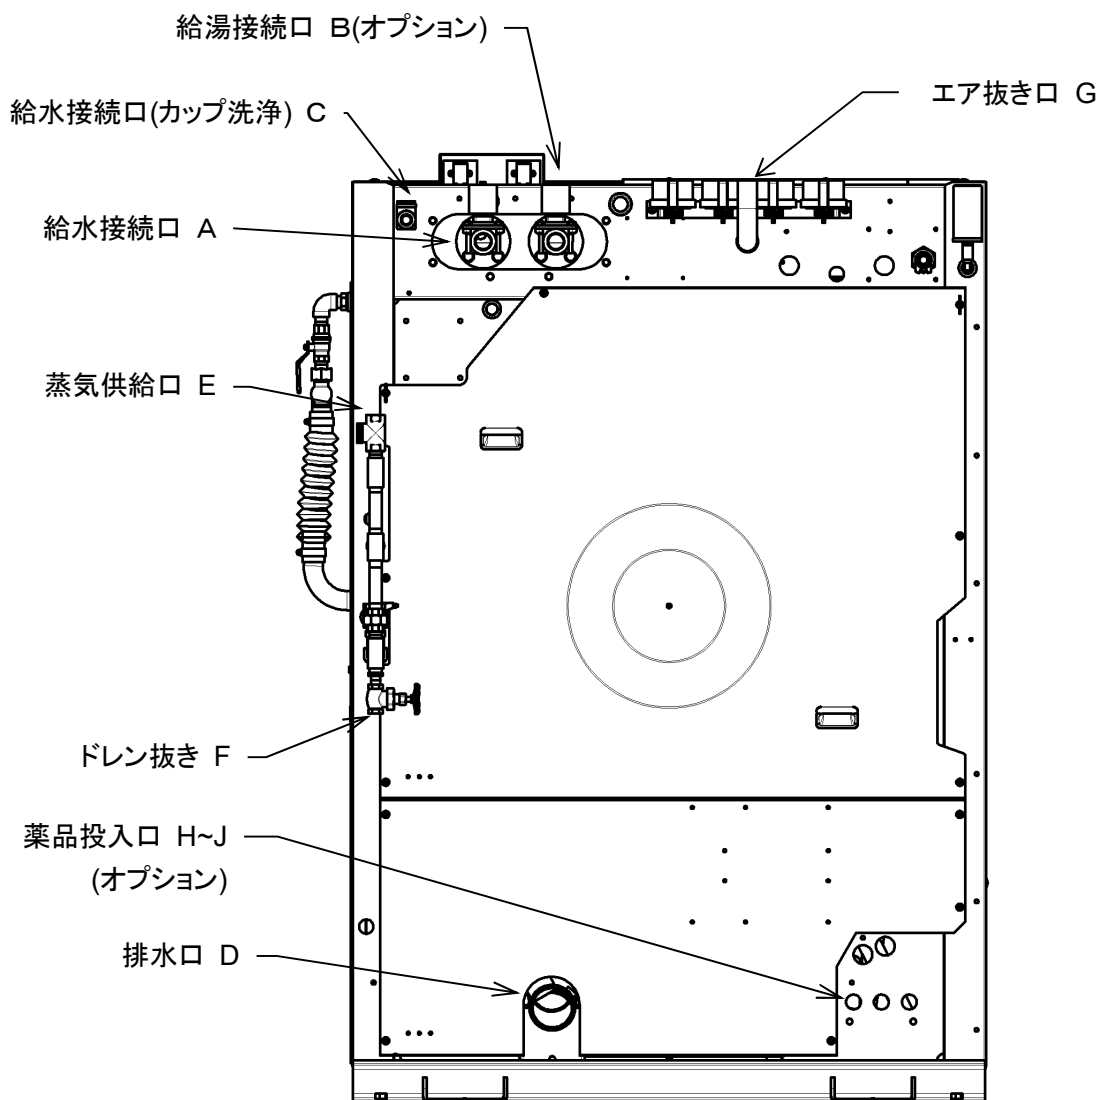

図5-1
- ・ 給水接続口Aに配管を接続します。(図5-1)
- ・ 給湯接続口Bに配管を接続します。(図5-1)
- ・ 給水接続口Cに配管を接続します。(図5-1)
- ・ 排水口 D に配管を接続します。(図5-1)
<ul style="list-style-type: none"> <li>電磁弁のトラブルにより、蒸気が本機後部のエア抜き口 G(図5-1)から放出される可能性があります。エア抜き口 G は塞いだり、向きを変えたりしないでください。</li> </ul>
- ドレン抜き F にホースを接続しバルブが開放されても蒸気により、人への傷害、本機への損害を招かない場所に配管すること。(図5-1)
- 電磁弁のトラブルにより、蒸気が本機後部のエア抜き口 G(図5-1)から放出される可能性があります。トラブル発生時は速やかに蒸気本管と本機の間に取り付けられた手動オン／オフバルブを閉じ運転を停止してください。また、エア抜き口 G は塞いだり、向きを変えたりしないこと。